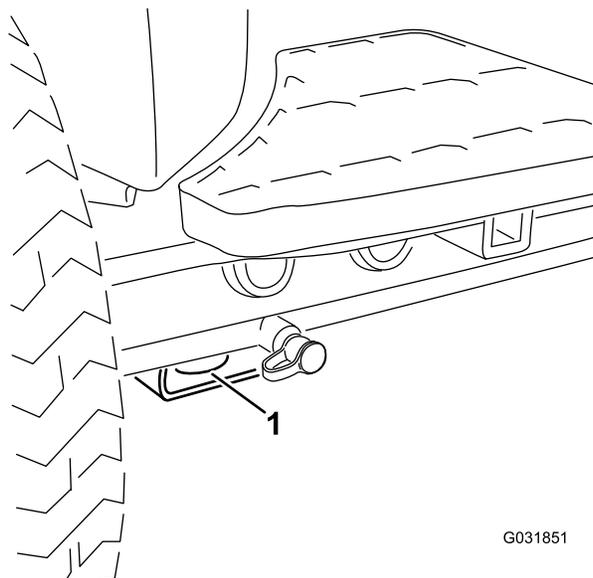

Рисунок 38
- В передней части – используйте отверстие в прямоугольной подкладке под трубой моста внутри каждого переднего колеса (Рисунок 38)